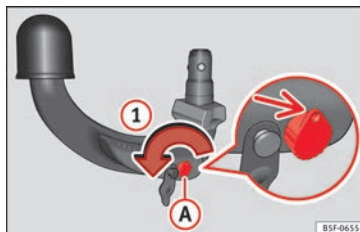

Bild 221 Steg 1
- Vrid nyckeln i pilens ① riktning tills nyckelns del med hål når det översta läget »» bild 221.